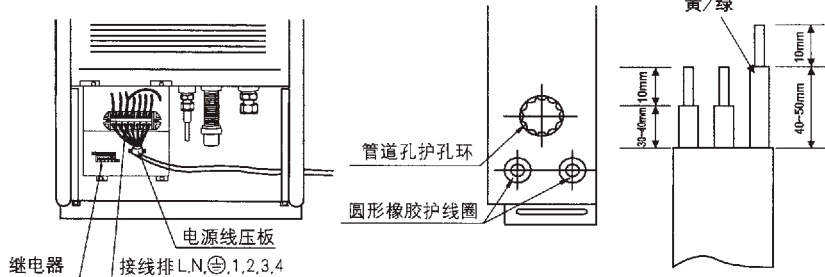

图 17
- (1) 拆下室内机下部的维修面板：拆下维修面板下部的 2 个螺钉，然后向下拉出维修面板。
- (2) 按图 17 所示，根据电气原理图进行接线。